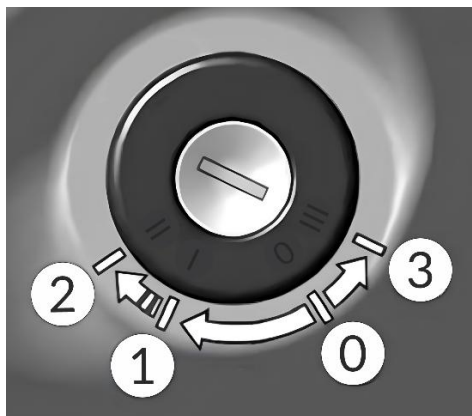

Рисунок 39 - Выключатель приборов и стартера (зажигания).
- переключении ключа в выключателе приборов и стартера (зажигания) в положение 1 (рисунок 39);